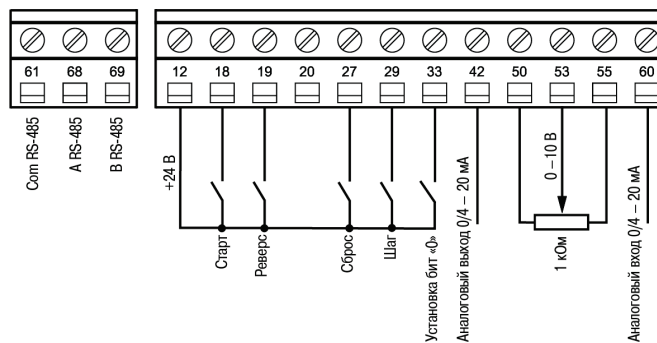

Рис. 1 – Клеммы управления прибора
- Нажмите на ЛПО  и кнопку «ШАГ» (см. рисунок 1) – электродвигатель начнет вращаться с частотой, близкой к 5 Гц.
- В режиме «Автомат» на клемму 18 подается команда пуска/останова (см. рисунок 1).
2. В режиме «Автомат» на клемму 18 подается команда пуска/останова (см. рисунок 1).